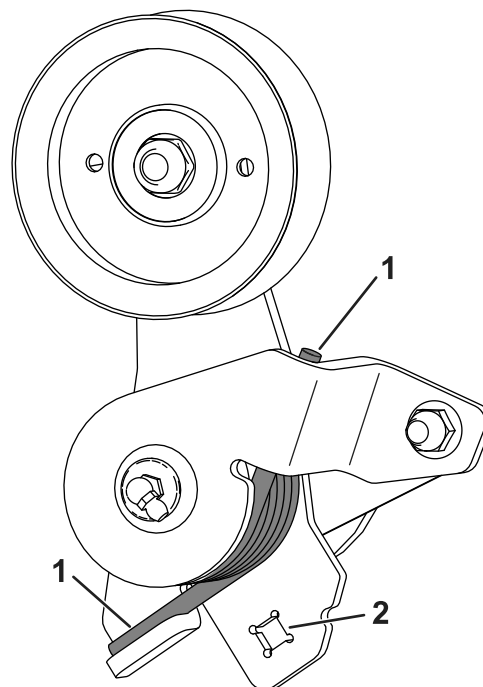

Figure 7
4. Installez les extrémités du ressort comme montré à la Figure 7.
5. Introduisez un rochet de $\frac{3}{8}$ " dans le carré du bras de la poulie de tension, tournez le bras et chaussez la courroie sur la poulie de tension (Figure 7).